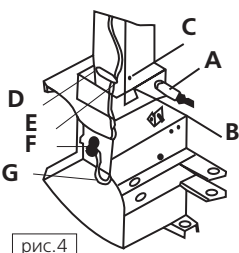

рис.4
Установите станок в выбранное место и зафиксируйте его анкерными болтами. Поднимите отклоняющийся кронштейн и вставьте насосный шланг (G) в отверстие (**рис.4**) (Не сгибайте шланг). Достаньте деталь A (**рис.4**) из набора комплектующих, отвинтите колпачок и вставьте её в отверстие, проходящее через корпус станка и нижнюю часть отклоняющегося кронштейна, затяните винт. Достаньте деталь B (**рис.4**) из набора комплектующих, открутите пружину с одной стороны, вставьте деталь B в отверстие, проходящее через детали D, E, далее закрутите пружину. Снимите крышку станка. Соедините насосный шланг (G), проходящий внутри основного корпуса станка, с деталью F.